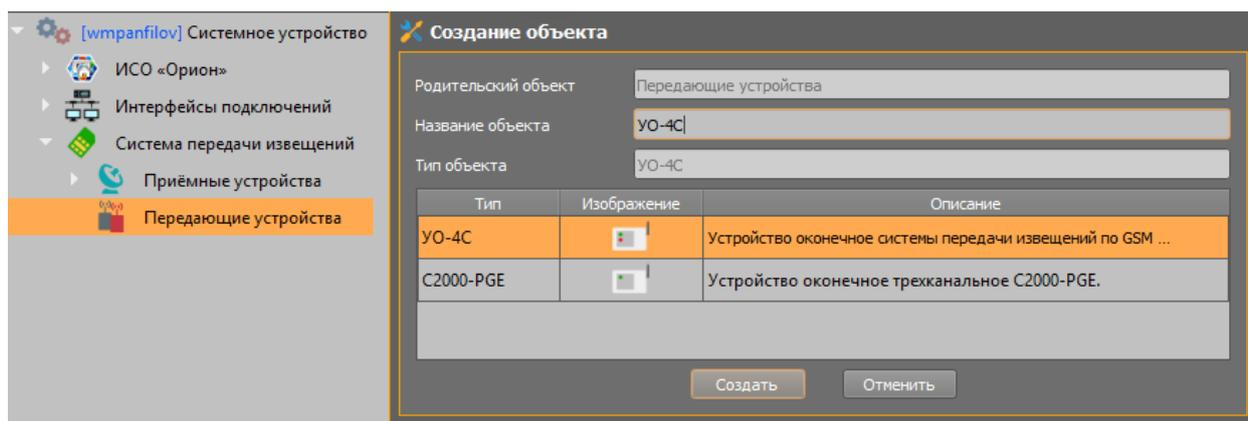

Рисунок 4.19. Создание ПОО «УО-4С» под передающими устройствами
2. Под передающими устройствами через контекстное меню создайте ПОО «УО-4С» (Рисунок 4.19)